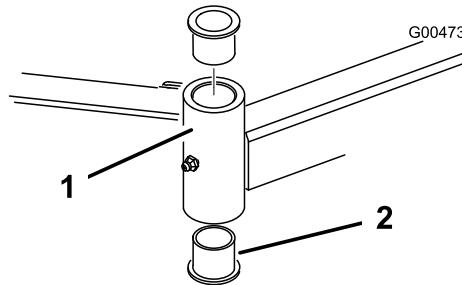

Рисунок 110
4. Вставьте пробойник сверху или снизу монтажной трубы и выбейте втулку из трубы (Рисунок 110).